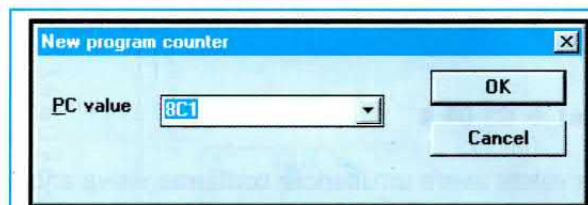
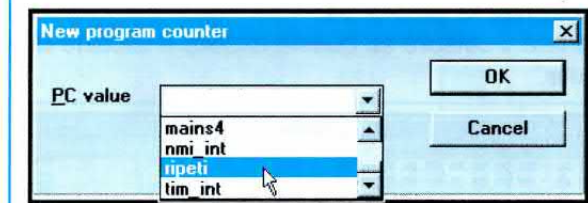

Fig.83 Finestra New Program Counter.
Fig.84 Cliccate sull'etichetta ripeti.
- Apparirà così la finestra di dialogo **New program counter** (vedi fig.83) e cliccando sulla freccia posta a destra della finestra **PC value** dovete ricercare l'etichetta **ripeti** (vedi fig.84).